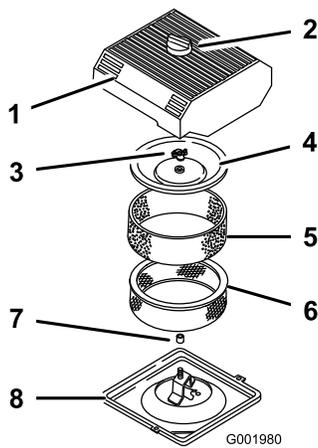

Figura 46
3. Limpie alrededor del limpiador de aire de forma que la suciedad no penetre en el motor y cause daños (Figura 46).
- Afije el pomo de la tapa del limpiador de aire y retire la tapa (Figura 46).
- Deslice cuidadosamente el filtro de gomaespuma para separarlo del filtro de papel (Figura 46).
- Desenrosque la tuerca de la tapa y retire la tapa y el filtro de papel (Figura 46).
- Deslice cuidadosamente el filtro de gomaespuma sobre el filtro de papel (Figura 46).
3. Coloque la tuerca de la tapa con la presión de los dedos solamente contra la tapa (Figura 46).
4. Instale la tapa del limpiador de aire y el pomo (Figura 46).